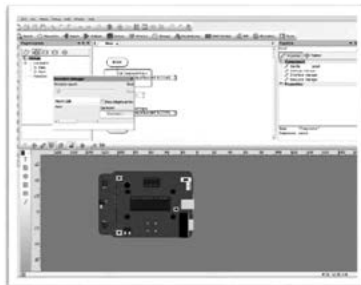

Рис. 151. Виконання програми
4. Після збереження програми при натисненні на кнопку *Запуск* (F5) можна спостерігати засвічування світлодіода на декілька секунд та його вимкнення (рис. 151).